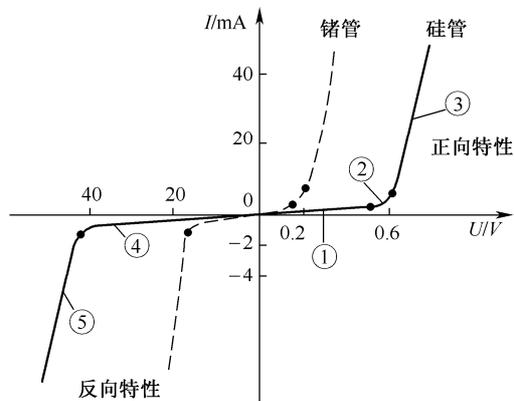

图 1.2-3 二极管的伏安特性曲线
二极管由 PN 结构成, 因此, 二极管也具有单向导电性。通过实测得到二极管的伏安特性曲线如图 1.2-3 所示。
当时，二极管处于正向特性区。正向特性区又分为三段：①段、②段和③段，如图 1.2-3 所示。
①段，虽然 $U > 0$ ，但是二极管的正向电压很小，此时正向电流也非常小（几乎为 0），如图 1.2-3 中曲线的①段，这个区域通常称为死区。当二极管的正向电压超过某一值时，正向电流就从零开始增大。使二极管刚开始导通时的电压称为死区电压（开启电压），用 U_{th} 表示。一般硅二极管的死区电压为 0.5V 左右，锗二极管的死区电压为 0.1V 左右。
②段，当时 $U > 0$ ，且较小时，开始有正向电流，但二极管正向电流随电压的增长而增长，如图 1.2-3 中曲线的②段。
③段，当时 $U > 0$ ，且较大时，二极管正向电流迅速增大，如图 1.2-3 中的曲线的③段。一般取硅二极管的正向导通电压为 0.7V；锗二极管的正向导通电压为 0.2V。
当时，二极管处于反向特性区。反向特性区也分为两段，如图 1.2-3 所示。
④段，当时 $U < 0$ ，且很小时，反向电流很小（几乎为 0），且基本与反向电压的大小无关。
⑤段, 当时 $U < 0$, 且很大时, 二极管内的 PN 结被击穿, 二极管的反向电流将随反向电压的增加而急剧增大, 如图 1.2-3 中的曲线的⑤段。此现象称为反向击穿。反向击穿后, 只要此时二极管的功率不超过 PN 结的耗散功率, 二极管一般都不会被损坏。只要撤掉反向电压, 二极管性能恢复, 这种击穿称为电击穿; 如果反向击穿电流过高, 则导致 PN 结被烧坏, 这种击穿称为热击穿。